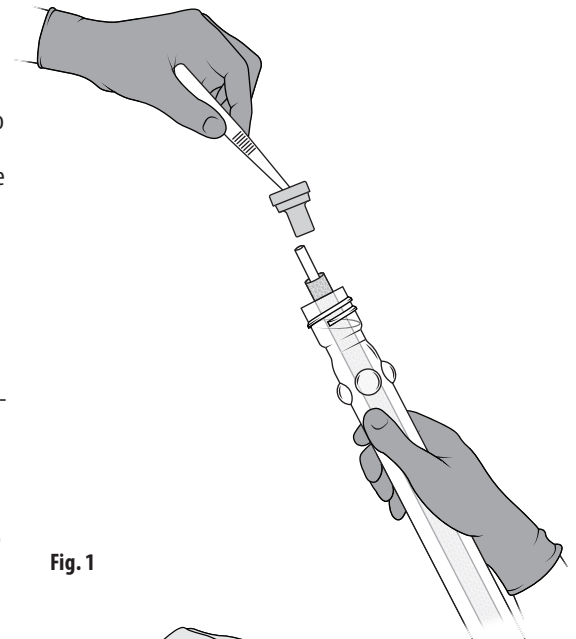

Fig. 1
3. Rimuovere il tappo ed eliminarlo. Rimuovere il dispositivo di arresto con la pinza e gettarlo. Anche la pinza deve essere scartata in quanto è ora considerata non sterile. Fig. 1.